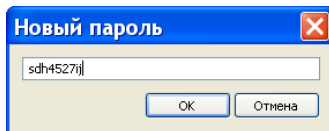

Рис. 34. Задание нового пароля на связь
Для того, чтобы записать новый пароль на связь, в поле *А Конфигуратора* щёлкните правой кнопкой мыши по выбранному устройству и в выпадающем меню выберите команду *Добавить команду*. В открывшемся окне *Добавить команду для выполнения* отметьте флагом команду *Запись пароля на связь* и нажмите кнопку *ОК*. В открывшемся окне *Новый пароль* укажите пароль и нажмите кнопку *ОК* (рис. 34).
- ✓ в открывшемся окне *Параметры* укажите имя объекта, номер телефона основной сети контроллера и задайте пароль на связь (рис. 34);